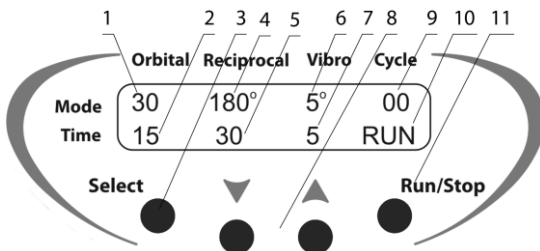

Рисунок 3.
- 5.2.4 Нажмите кнопку **Run/Stop** (рис. 3/11) для начала заданной программы.
- 5.2.5 С началом движения платформы на дисплее будет показана индикация: состояние RUN (движение, рис. 3/10), отсчет числа циклов (рис. 3/9) и отсчет времени текущего цикла (рис. 3/2, 3/5 и 3/7).
- 6.3 Нажатием кнопки **Select** (рис. 3/3) выберите параметр, который необходимо изменить. Каждое нажатие кнопки **Select** последовательно активирует параметры режимов в цикле. Активный параметр обозначается мигающей индикацией.
- 6.4 Используйте кнопки ▼ и ▲ (рис. 3/8) для установки соответствующих значений. Если кнопка нажата более 2 с, значения меняются быстрее.
- 6.6 Установите скорость (рис. 3/1), угол поворота (рис. 3/4 и рис. 3/6) и время для каждого вида движения (рис. 3/2, рис. 3/5 и рис. 3/7), а также число повторений цикла (рис. 3/9).